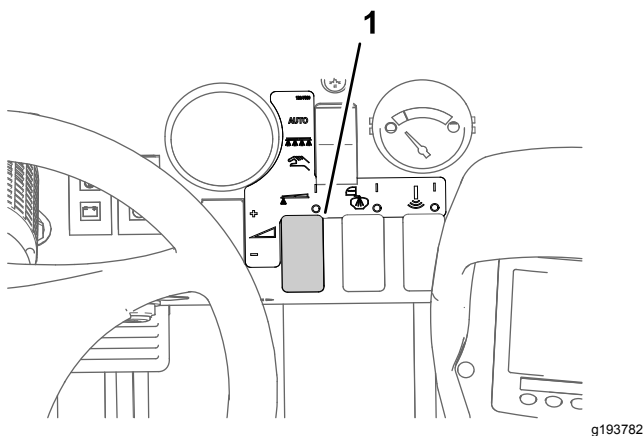

Figura 39
8. Utilize o interruptor da taxa de aplicação para atingir a pressão desejada, conforme indicado no Guia de seleção de bicos fornecido com o pulverizador (Figura 39).